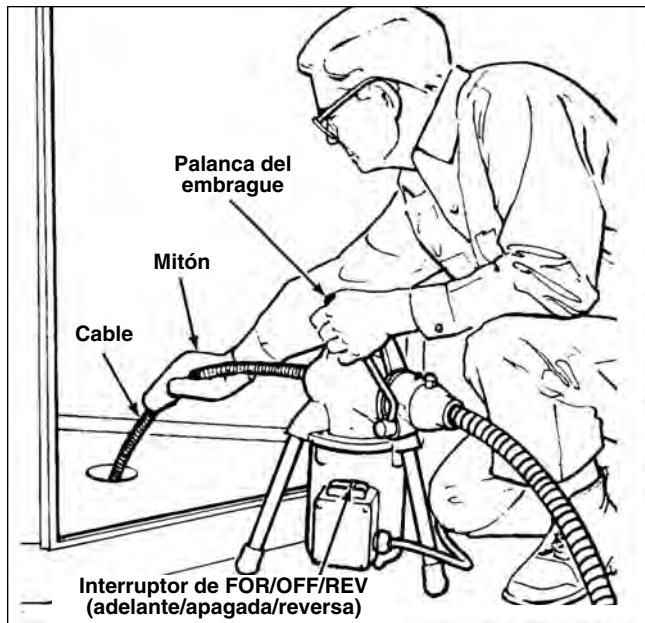

Figura 6 – Postura correcta para trabajar
- Adopte la postura correcta para mantener un buen equilibrio (Figura 6).
1. Adopte la postura correcta para mantener un buen equilibrio (*Figura 6*).